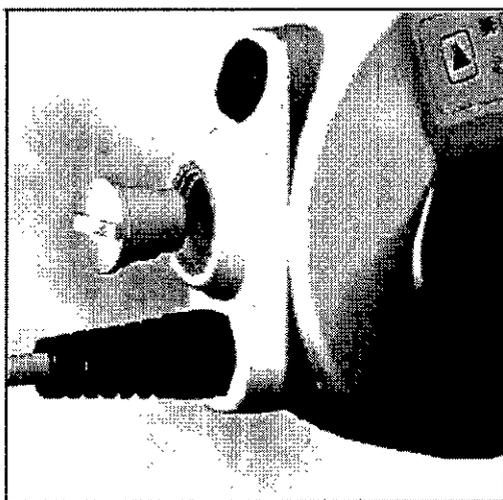

Figura 23 Inserción del módulo de batería en el encaje de la Miniconsola del sistema
3. Inserte el módulo de batería de la Miniconsola del sistema en el cuerpo de la Miniconsola del sistema y enrósquelo manualmente hasta que quede apretado (**Figura 23**). Apriete sólo con la mano; no utilice herramientas. Este módulo de batería permite que la alarma de la Miniconsola del sistema suene si la Miniconsola del sistema pierde el suministro de electricidad estando conectada en el paciente. El módulo de batería NO provee electricidad de respaldo a la bomba.